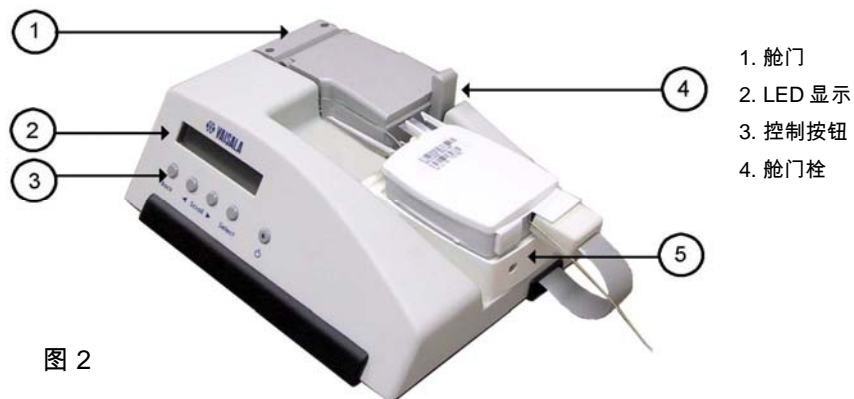

图 2
17. 拉开插栓，打开 GC25 地面检查组件舱门（见图 2）。
18. 小心放置 RS92 ，“无线电高空探测仪”标签朝上 ，如图 2 所示，确保其座入定位盘上的凹坑。立即关上舱门。
- 将GC25 装置 LED 显示窗中的温度（见图 2）输入“地面检查”视窗中的温度框。